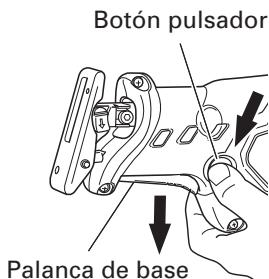

Fig. 12
(1) Presione el botón pulsador. Al hacerlo, la palanca de base saltará hacia afuera y la base quedará preparada para el ajuste. (Fig. 12)